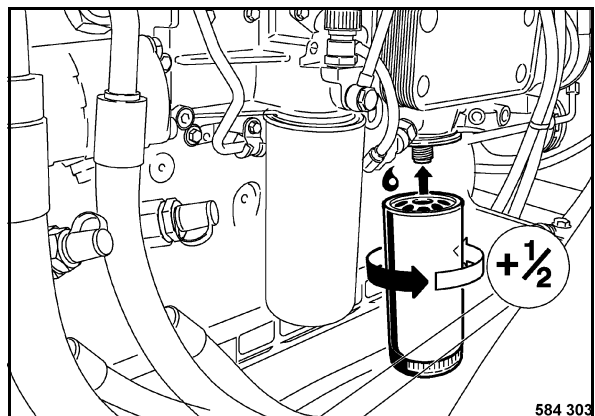

Fig. 123
- Enroscar los nuevos cartuchos filtrantes (Fig. 123) con la mano hasta la junta tiene contacto.